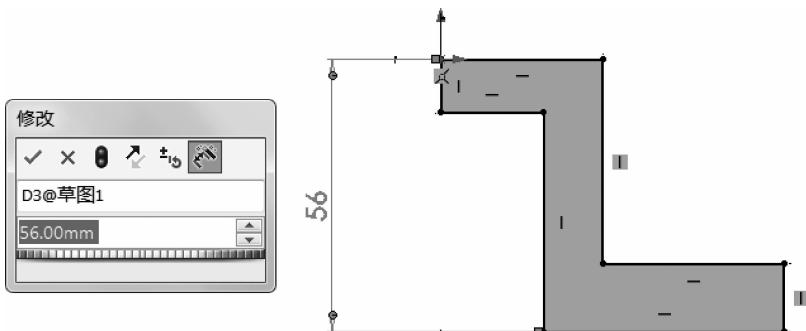
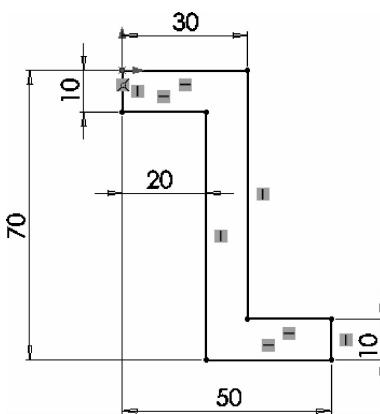

图 1-31 在微调框中输入“70mm”
图 1-32 最终完成的 Z 形板零件模型的草图
①单击【智能尺寸】按钮,完成某个尺寸标注(如“56”)的同时弹出【修改】对话框。
②在微调框中输入“70mm”(见图 1-31),单击 按钮,完成尺寸的修改。按同样方法标注并修改其他尺寸,最终完成的草图如图 1-32 所示。